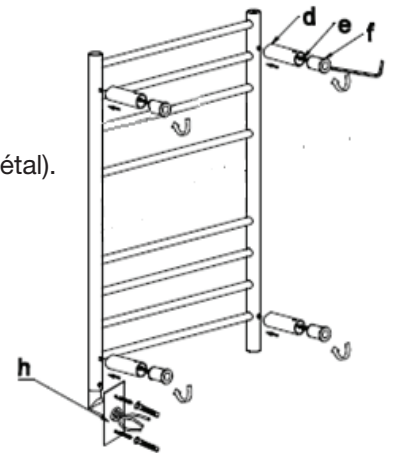

Fig. 2
Étape 2 : Installation des pattes murales (Fig. 2)